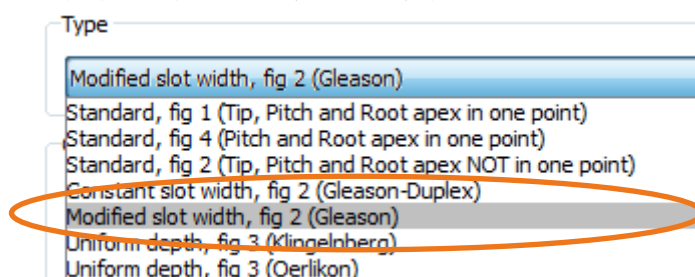

图 14. 选择"Modified slot width"第五种锥齿轮类型
1. 在"**Basic data**"→ "**Type**"中选择"**Modified slot width**"类型（查看图 14）。小齿轮的空间宽度根据不同的机器对每个齿面的设置不同而变化；